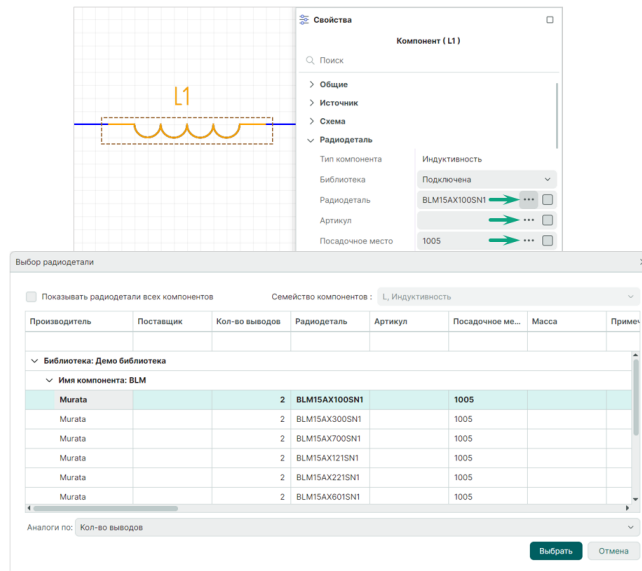

Рис. 87 Окно «Выбор радиодетали»
1. При выделенной на электрической схеме радиодетали нажмите на символ «...» в панели «Свойства» → «Радиодеталь» в строке любого параметра радиодетали, см. Рис. 87.